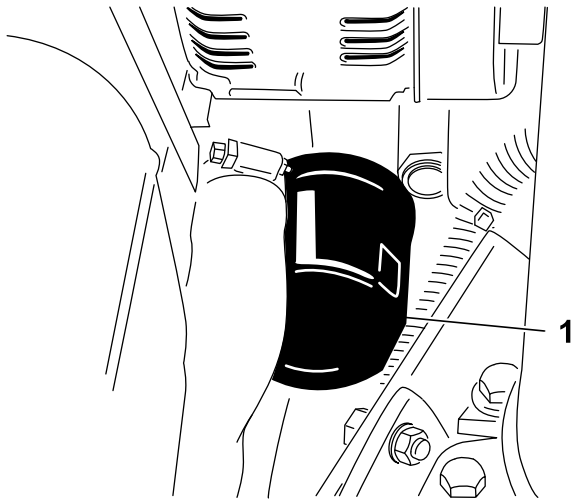

Bild 54
2. Entfernen Sie den Ölfilter (Bild 54). Ölen Sie die neue Dichtung am Ölfilter leicht mit frischem Öl ein, bevor Sie den Filter eindrehen. **Ziehen Sie nicht zu fest.**